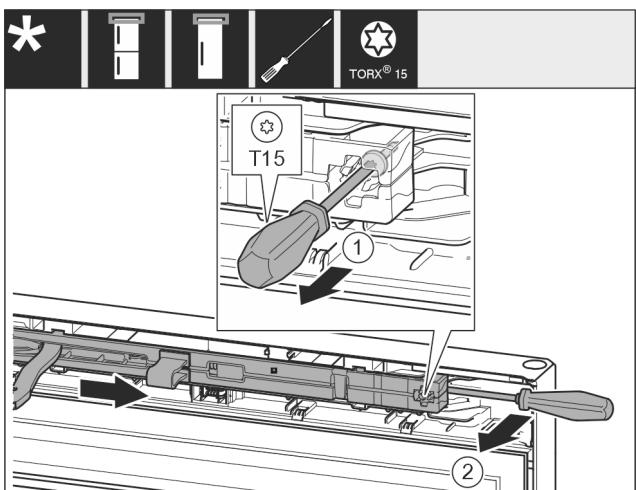

Fig. 11
- ▶ Desfaceți aprox. 14 mm șurubul de la unitatea amortizorului de închidere cu șurubelnită T15. Fig. 11 (1)
- ▶ Introduceți o șurubelnită pe partea mânerului în spatele unității amortizorului de închidere și rotiți unitatea spre înainte. Fig. 11 (2)
- ▶ Extractează unitatea amortizorului de închidere. Fig. 11 (3)